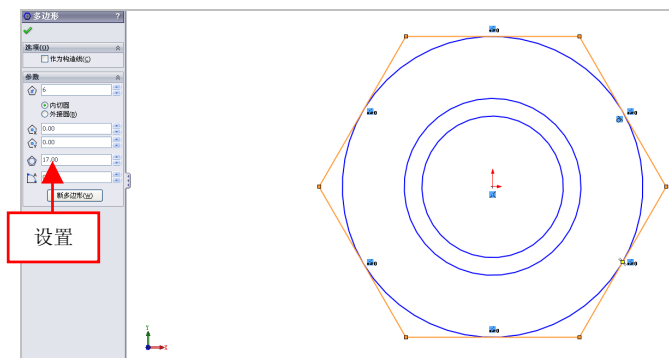

图 2-27 设置参数值
(4) 至合适位置后，单击鼠标左键，在【多边形】属性管理器中，设置【圆半径】为 17，如图 2-27 所示。